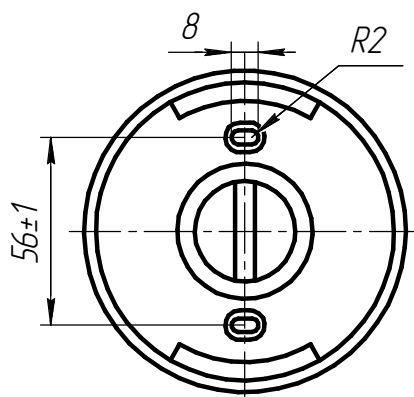

Рисунок 2. Установочные размеры.
6.3 Закрепите корпус (поз.2) на стене. (рис. 2).